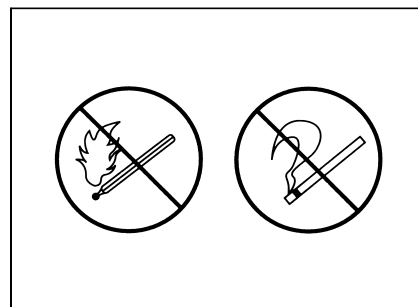

Рис.1-31
- Проверить темное место, запрещается применить открытый огонь (спички, зажигалки и так далее) (рис. 1-31).